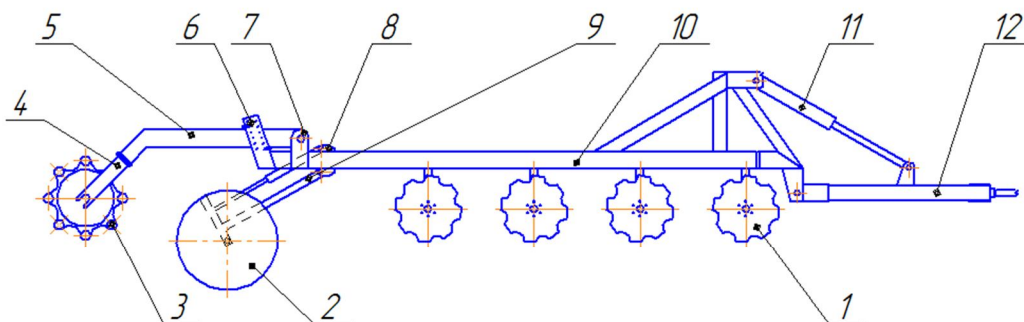
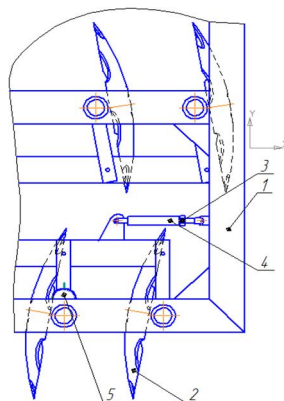

Рис. 1 Агрегат дисковый прицепной ДА-4х4П
Рис.2 Механизм установки угла атаки дисков
4.3 Агрегат (рис.1) состоит из рамы, на который устанавливаются рабочие органы, прицепного устройства и транспортных колес. На раме устанавливаются стойки с подшипниковыми узлами и режущими дисками диаметром 560 мм. Стойки с дисками соединены планкой с механизмом установки угла атаки (рис.2).
5.4 Отрегулировать угол атаки дисков (рис.2). Для каждого ряда дисков свой механизм регулировки угла атаки. Для того, чтобы изменить угол атаки необходимо отпустить контргайку 3 и вращать гаечным ключом винт 4. При вкручивании винта угол атаки увеличивается, при выкручивании уменьшается. Величина угла атаки контролируется по шкале. На шкале нанесены три деления соответствующие углу атаки $0^\circ - 10^\circ - 20^\circ - 30^\circ$.